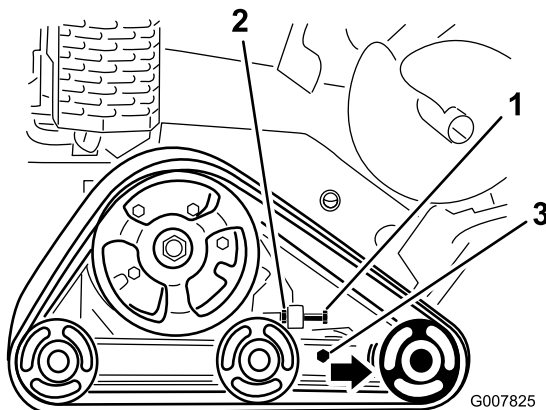

Figure 47
3. Desserrez l'écrou de blocage sur le boulon de réglage de tension de la chenille et les boulons de serrage du bras de tension (Figure 47).
4. Serrez le boulon de réglage de tension à un couple de 32,5 à 40 Nm (24 à 30 pi-lb) pour tendre la chenille (Figure 47).
4. Desserrez le boulon de réglage de tension et l'écrou de blocage (Figure 47).
5. Desserrez les boulons de serrage (Figure 47).